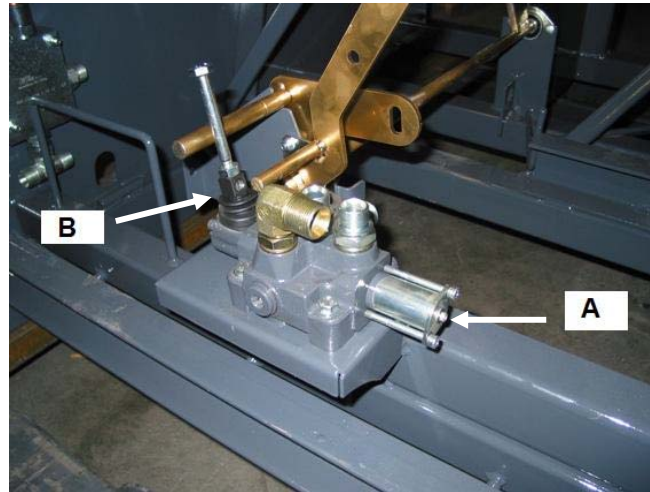

Abb. 26
9.15 Wartung des Hauptventils, Abb. 26
Schmieren des Rastendes des Ventils, Abb. 26, Punkt A
Schmieren des Kolbenschiebers, Abb. 26, Punkt B